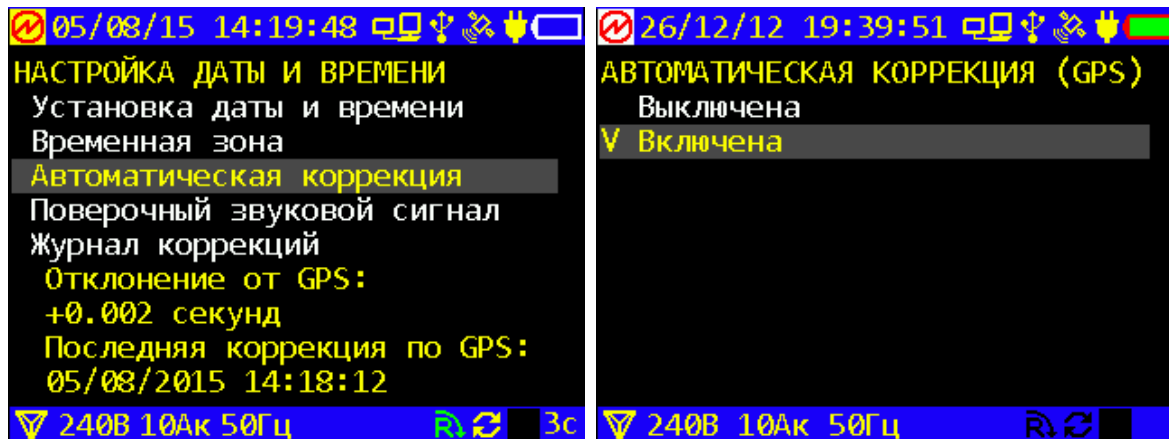

Рисунок 4.4.6 - Экраны настройки даты и времени
4.4.6.1 При вхождении в пункт «Автоматическая коррекция» предоставляется возможность включить или выключить автоматическую коррекцию времени, выбрав альтернативный режим на экране (Рисунок 4.4.6 справа). Выбор осуществляется с помощью клавиш  $\downarrow$ ,  $\uparrow$  и «ENT». Напротив выбранного режима появляется V-образный курсор. На символ GPS на верхней строке состояния этот выбор не влияет, поскольку приемник GPS работает независимо от того, использует прибор его данные для коррекции времени или нет.